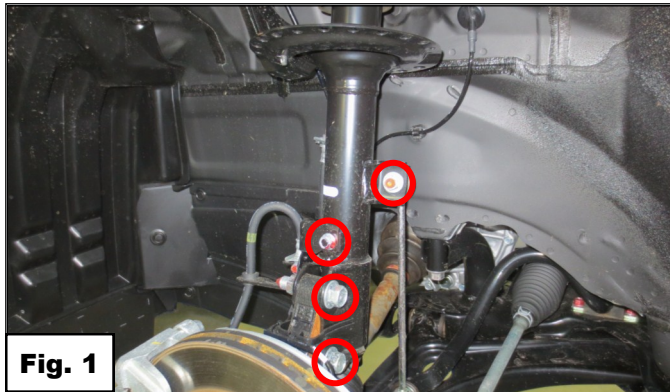

Fig. 1
1. Entfernen Sie das Federbein an der Vorderseite nach dem Werkstatthandbuch. *Siehe Abb. 1.*
1. Enlevez la jambe de force conformément au manuel d'atelier. Voir fig. 1.